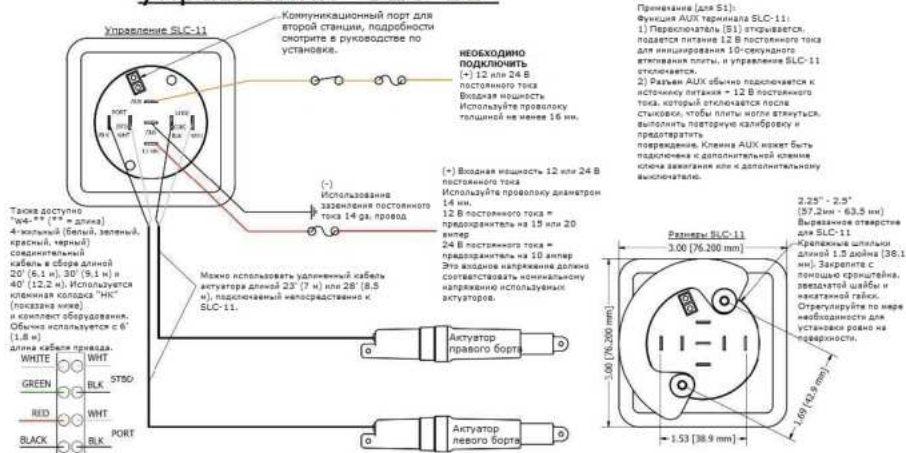

Рис. 5
2. Если для подключения панели к исполнительным механизмам используется кабель W4-**, проложите отрезанный конец кабеля от панели управления к клеммной колодке транца. Нажимной конец кабеля длиной 20 футов (6,1 м), 4-жильный, 14 AWG (2,08 мм кв.) подключается к панели управления (комплекты KA) или проложите более длинный кабель актуатора длиной 23 дюйма (7 м) непосредственно к панели управления (комплекты XKA). Подсоедините кабель к панели управления, как показано на рис. 5.
3. Подключите плавкий источник питания 12 В постоянного тока или 24 В постоянного тока, как показано на рис. 5. Напряжение источника питания должно соответствовать напряжению актуатора. Клемма AUX на панели управления должна быть подключена к источнику питания +12 или 24 В постоянного тока, такому как ключ зажигания или выключатель вспомогательной панели. Когда ключевой переключатель выключен, плиты автоматически втягиваются.